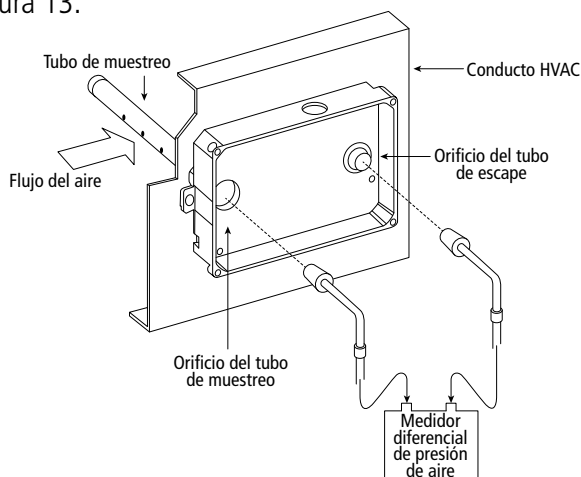

Figura 13 - Medida de la Presión del Aire
12. Para verificar el diferencial de presión de aire, el aire debe estar en movimiento a través del sistema HVAC. Conecte un medidor diferencial de presión de aire adecuado modelo Reed R3001 o equivalente a las aberturas del tubo de muestreo y del tubo de escape como se muestra en la figura 13.